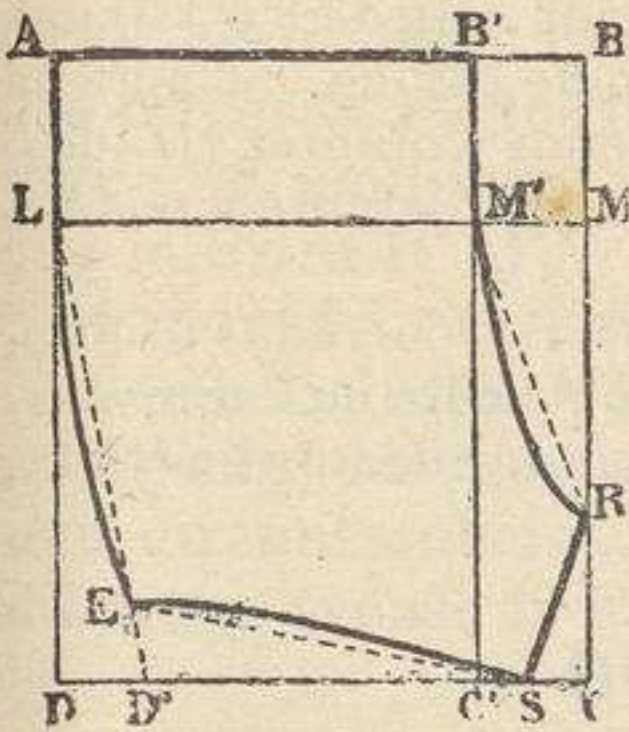

Fig. 125 ( $\frac{1}{5}$  del tamaño real).—Pieza lateral.
**Rectángulo ABCD.**—Se traza un rectángulo ABCD (fig. 125) que tenga de largo 15 cms. y de ancho  $12\frac{1}{2}$ .